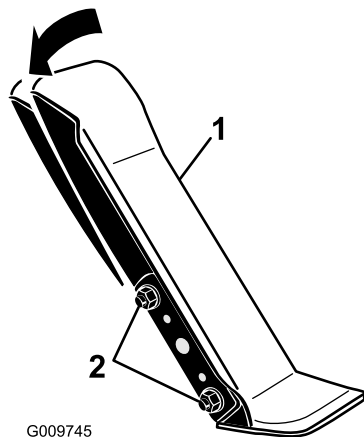

Figura 56
1. Desaperte as duas porcas e parafusos que fixam o lado esquerdo do pedal de tração ao suporte (Figura 56).
2. Rode o pedal para o ângulo de funcionamento pretendido e apertar as porcas (Figura 56).